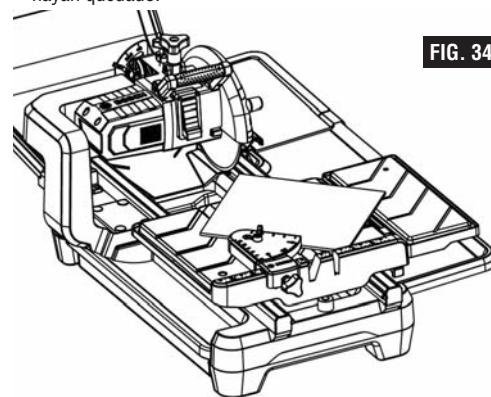

FIG. 34
7. Con las manos colocadas firmemente sobre el tope-guía y la baldosa al mismo tiempo, mueva suavemente la mesa de trabajo deslizante hacia la hoja para hacer avanzar lentamente la baldosa hacia la hoja. Continúe empujando hasta que la hoja corte completamente a través de la baldosa (Fig. 34).